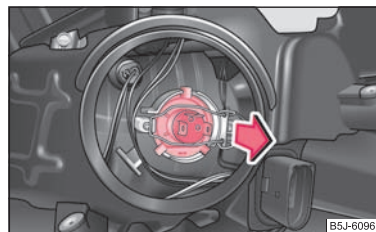

Fig. 168 Dépose de l'ampoule pour feu de croisement et feu de route
- Débranchez la fiche de l'ampoule, déverrouillez l'étrier en fil de fer et sortez l'ampoule en la tirant vers l'arrière ⇒ page 206, fig. 168.